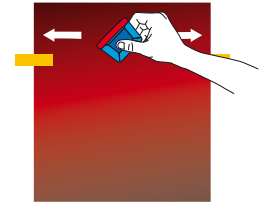

Figure 05
- › Commencer le collage du film avec une raclette (préalablement recouverte de feutrine) formant un angle à 30° et un sens d'application du centre vers les bords. (FIG. 05)